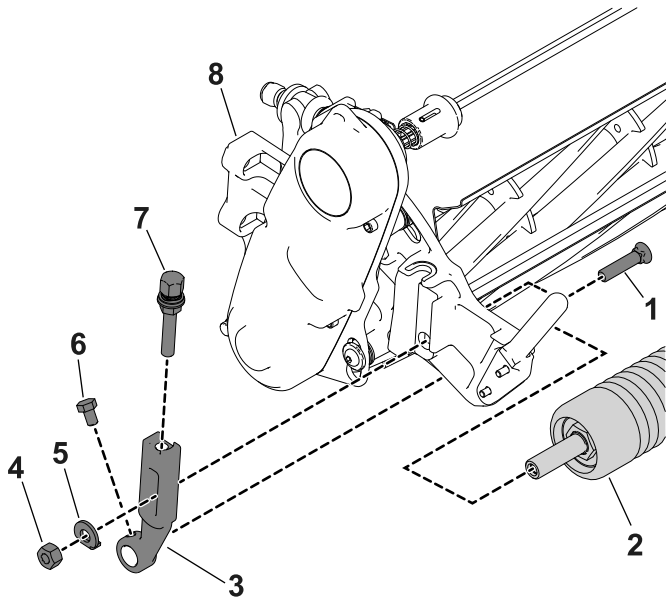

Bild 3
1. Entfernen Sie die Senkschraube, Scheibe und Bundmutter, mit denen einer der Schnitthöhenarme an der Seitenplatte der Schneideinheit befestigt ist (Bild 3).